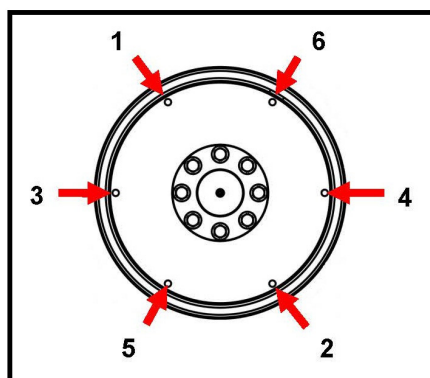

図 22. 固定手順
10. に示す順序で、カップリング ディスクをフライホイールに固定するボルトを締め付けます 図 22 ページ 39。